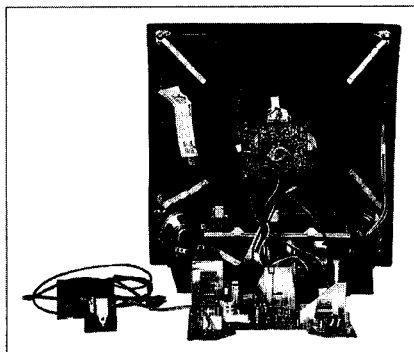

Fig. 1-2
6. Posizionare il pannello dietro l'apparecchio (fig. 1-2), ricollegare gli spinotti 1921, 1922, 1923, 1924 e 1925.